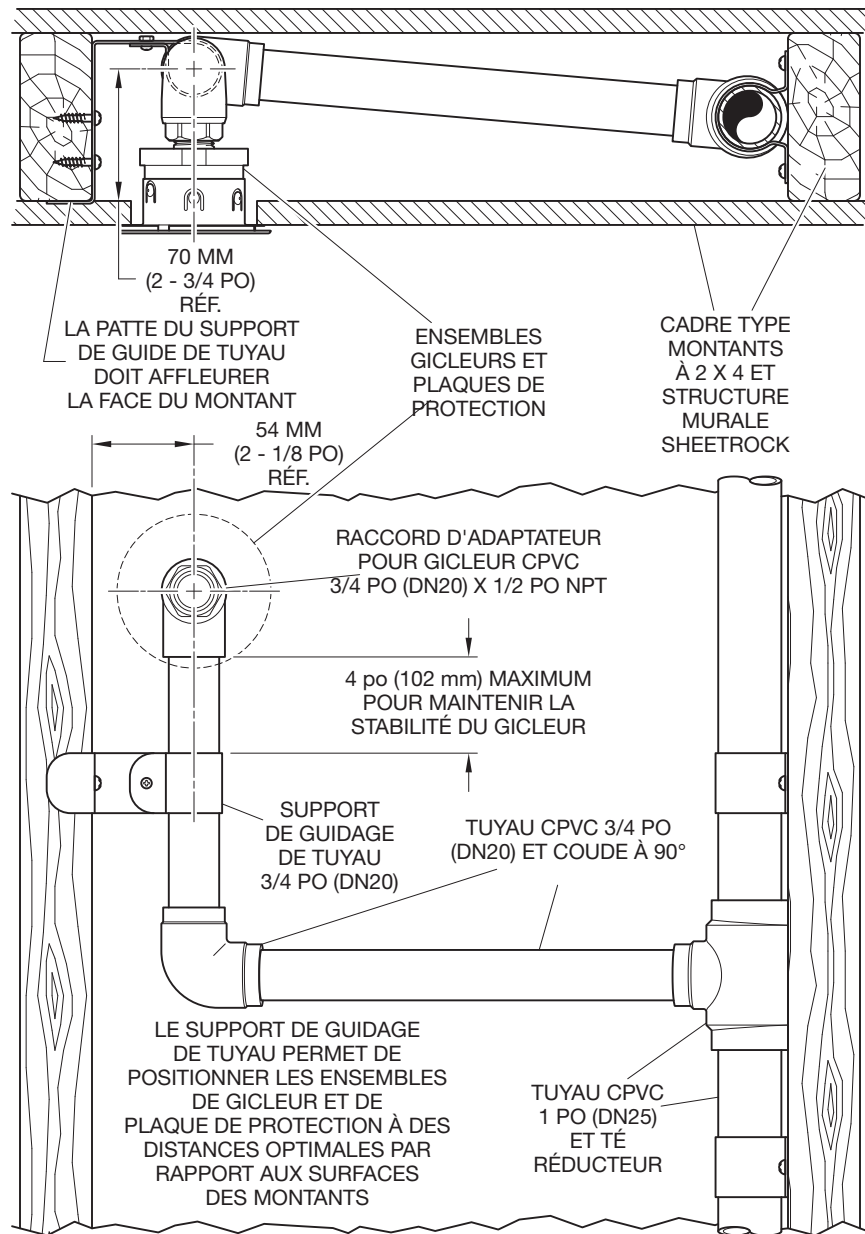

FIGURE 4
Étape 1. Pour vous assurer que le gicleur est situé à la bonne distance de la face du mur, utilisez le guide de tuyau fourni, fourni avec chaque gicleur TY2324, et fixez-le au tuyau en CPVC de 3/4 po, et montez le 2 x 4 à l'intérieur du mur, comme illustré à la figure 4. Installez toujours le gicleur avec son axe central perpendiculaire au mur arrière et parallèle au plafond. Utilisez une clé 37 de type W pour l'installation. La clé dispose d'une surface plane extérieure de référence qui correspond à l'orientation du déflecteur du gicleur. La mention « UP » (HAUT) inscrite sur la clé d'installation traduit la nécessité de faire face au plafond pour assurer un alignement approprié.